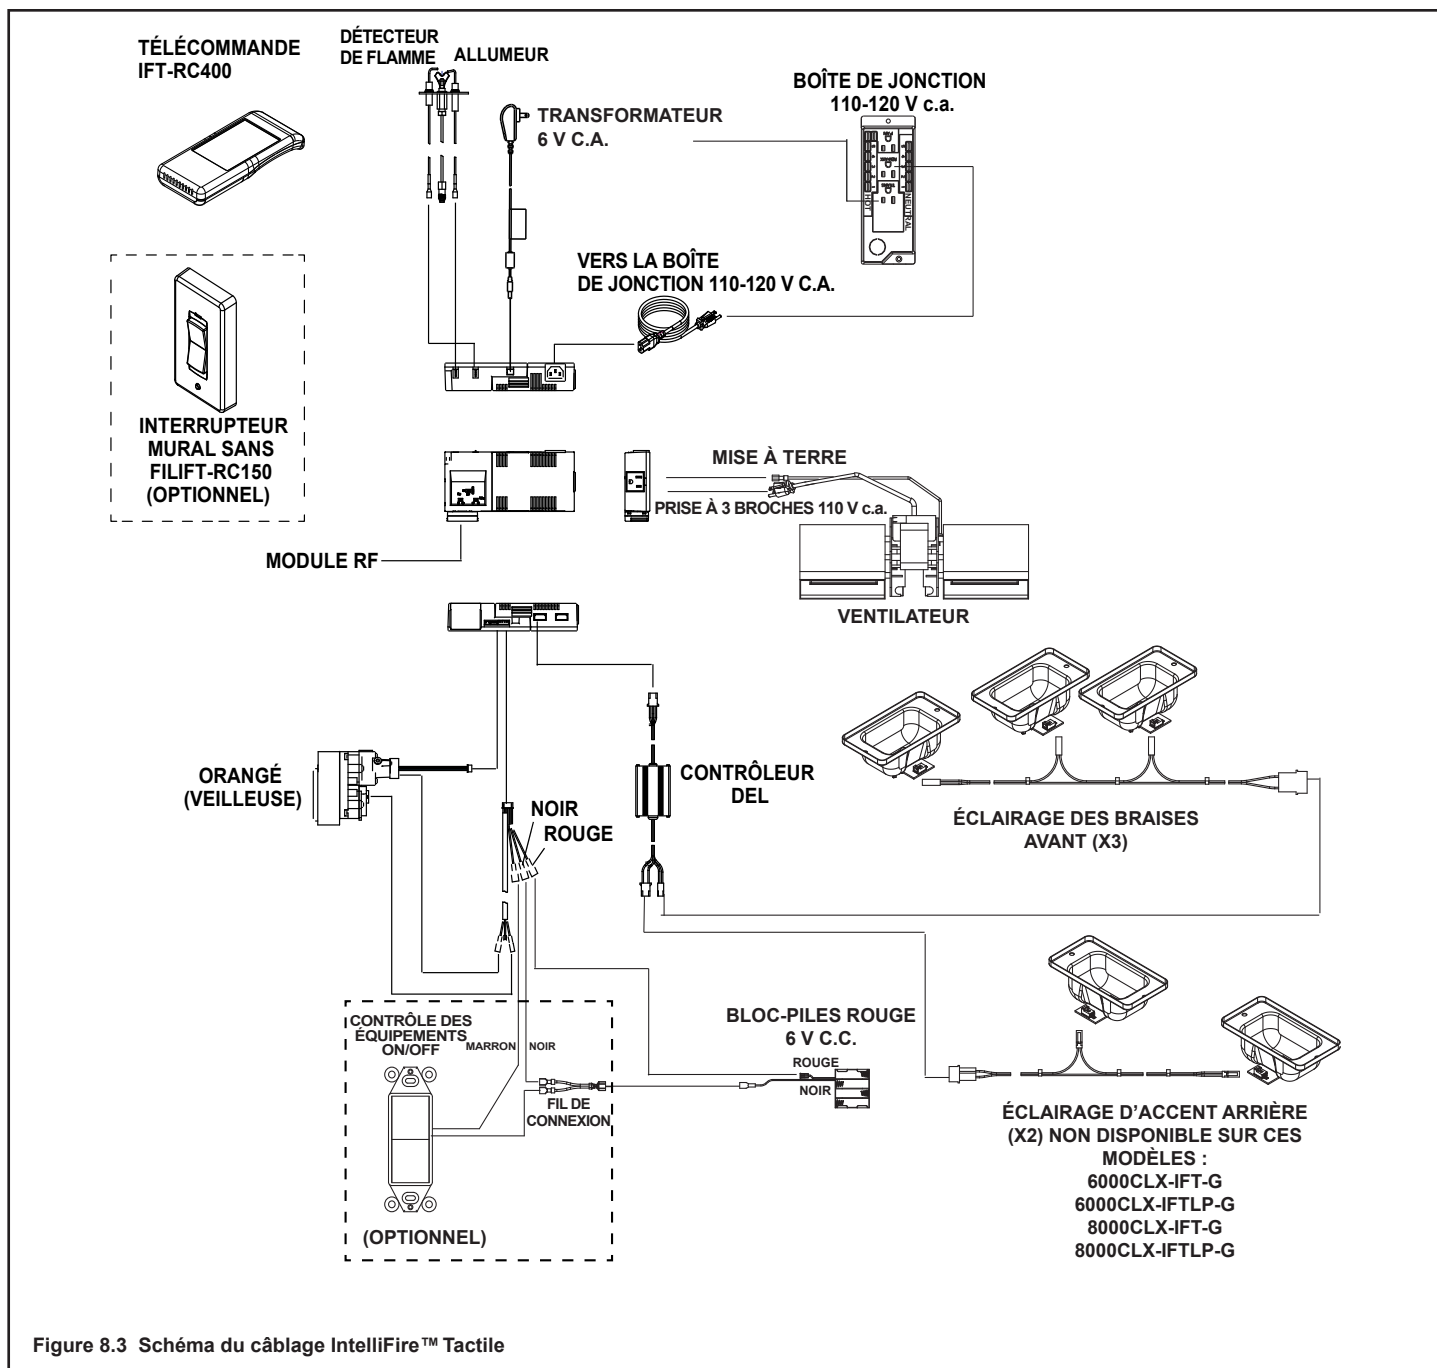

Figure 8.3 Schéma du câblage IntelliFire™ Tactile
- Consultez la figure 8.3, schéma du câblage IntelliFire™ Tactile.